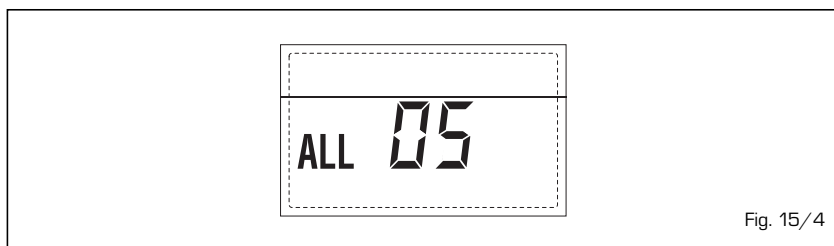

Fig. 15/4
- **BLOCCO BRUCIATORE "ALL 06" (fig. 15/5)**